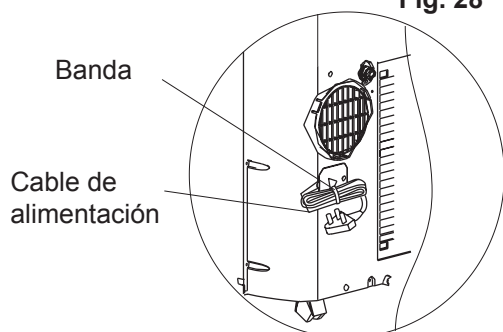

Fig. 29
- Pare el aparato y desconéctelo, envuelva el cable y átelo con la cinta. (Fig. 29). Saque las pilas del control remoto.